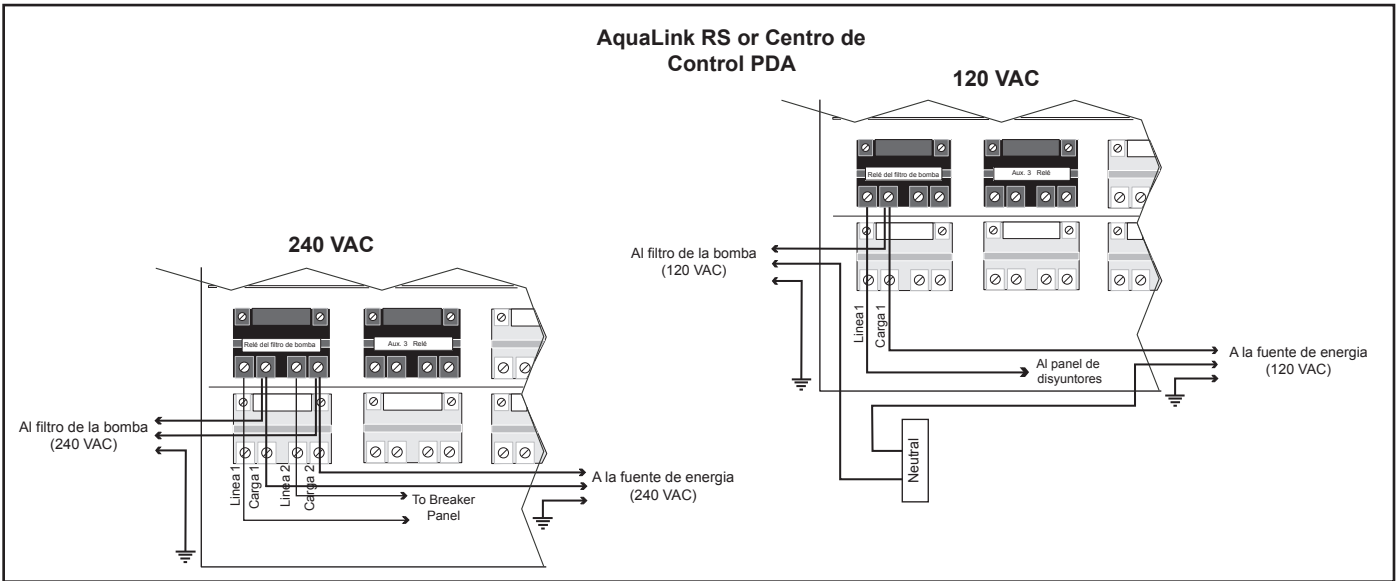

Figura 20. Cableado del suministro de energía a un AquaLink RS o el centro de control PDA (240 VAC y 120 VAC)
6. En el AquaLink® RS o centro de control de PDA, conecte la fuente de energía directamente a la parte de carga del relé de la bomba de filtro (ver Figura 20).